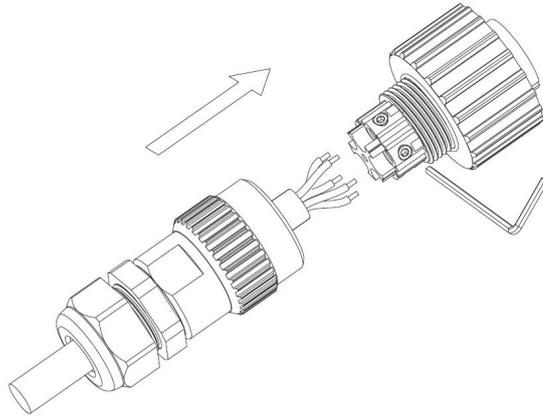

图. 8-1 连接器螺钉（电网接线端子为黑色）
**第 2 步：** 将电缆按顺序通过螺母、密封环和螺纹套管，根据上面显示的极性将电缆插入端子，并拧紧螺丝。如图 8-1 所示：